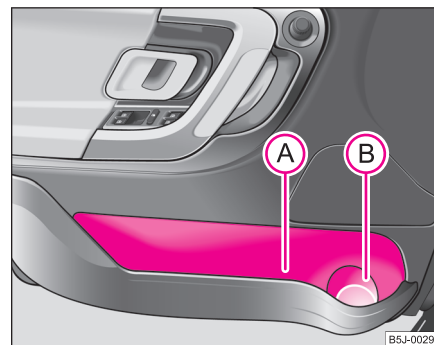

Fig. 88 Vano portaobjetos en el revestimiento de la puerta
A fin de no menoscabar el radio de acción del airbag lateral, utilice la zona (A) ⇒ fig. 88 del portaobjetos sólo para depositar en ella objetos que no sobresalgan. ■